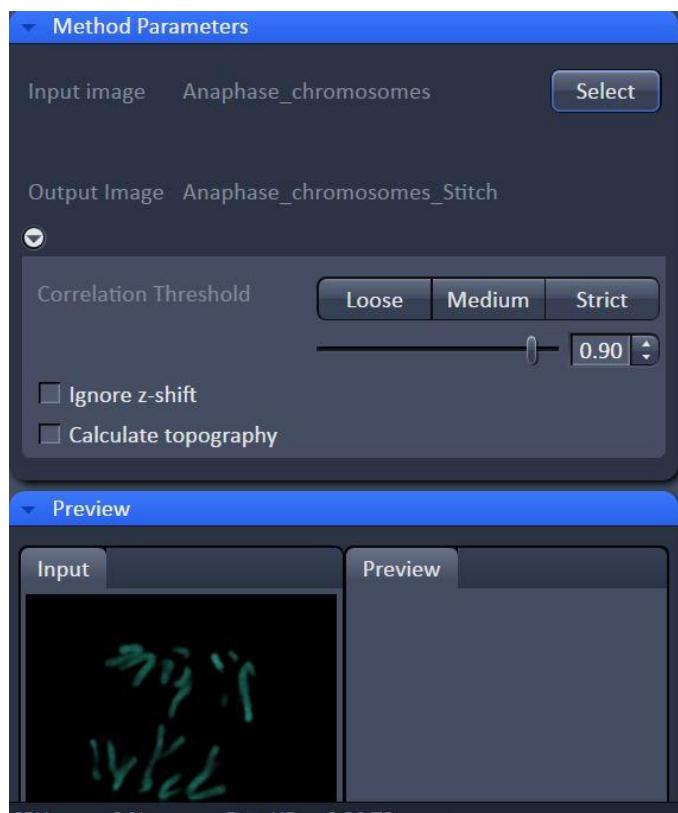

Fig 120 Stitch 参数设置界面
- 在图像选择界面中点击Select按钮，导入当前图像窗口中打开的图像，其文件名自动出现在Input image右侧 (Fig. 120)。